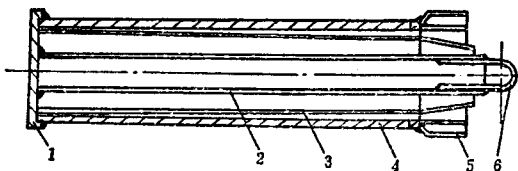

图9 内圆熔焊的坯料的焊接
(2) 焊接 坯料经过机械加工以后，按照熔焊铸造的工艺要求，将内外挡板，底板以及吊环等进行焊接。图9是内圆熔焊的坯料的焊接。为了保证浇铸以及加热和保温时不发生漏铜的现象，要求焊缝没有气孔、裂纹等缺陷，通常是采用双层焊和多层焊的。